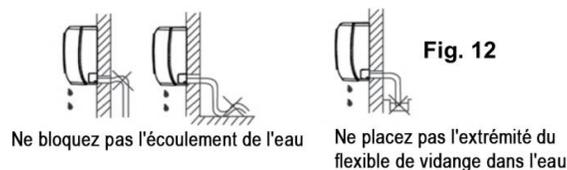

Fig. 12
- Faites courir le tuyau de vidange en le maintenant incliné vers le bas. Prenez garde de ne pas coincer le flexible de vidange. La Fig.12 illustre une mauvaise installation du flexible de vidange.